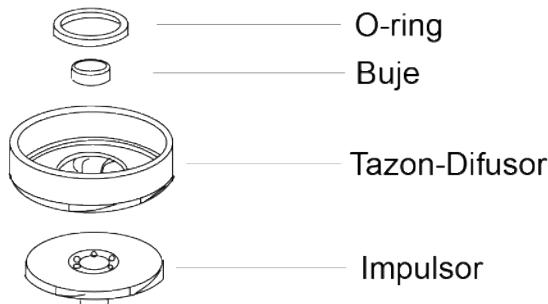

Figura 2.
C) Para las bombas de 4" debe aflojar el tornillo de la flecha y su arandela, ya que estos fijan el cuerpo hidráulico. Después se procede a retirar el conjuntos impulsor-tazón. Vea la figura 2